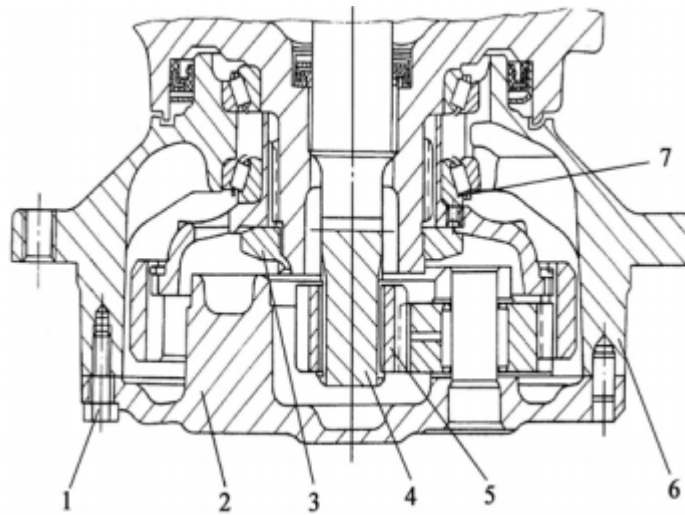

Figura 5-19 Ajuste de la transmisión final del eje motriz final
5.3.6.2 Ajuste de la impulsión final del puente de la impulsión delantera (véase la figura 5-19)